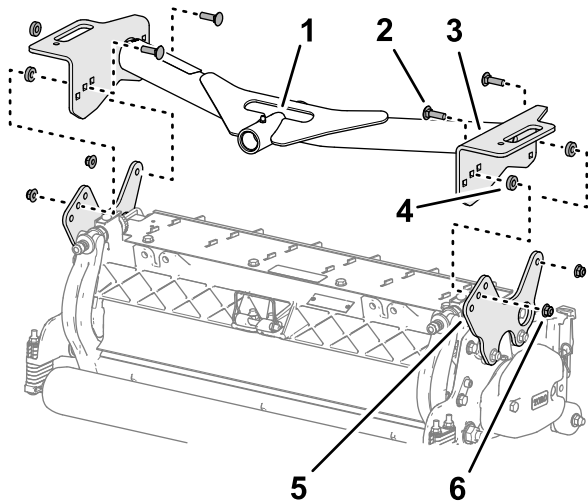

Bild 19
1. Richten Sie die Löcher in den Platten des vorderen Trägerrahmens auf die Löcher in den Montageplatten des Mähwerks aus (Bild 19).
2. Legen Sie ein Distanzstück zwischen der Trägerplatte und der Montageplatte ein (Bild 19) und befestigen Sie die Platten und das Distanzstück lose mit einer Schlossschraube ($\frac{3}{8}$ " x $2\frac{1}{4}$ " und einer Sicherungsbundmutter ($\frac{3}{8}$ "